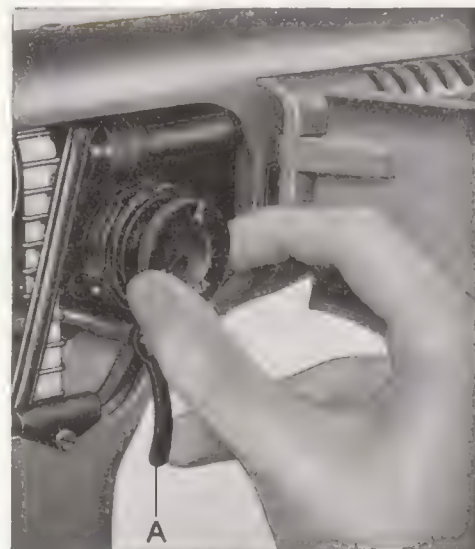

Abb. 40.
4. Den Musterschablonensatz mit Daumen und Zeigefinger der rechten Hand fassen und gleichzeitig mit dem Mittelfinger den Hebel zur Seite führen, sodass er senkrecht steht (A in Abb. 40). Den Musterschablonensatz herausziehen.